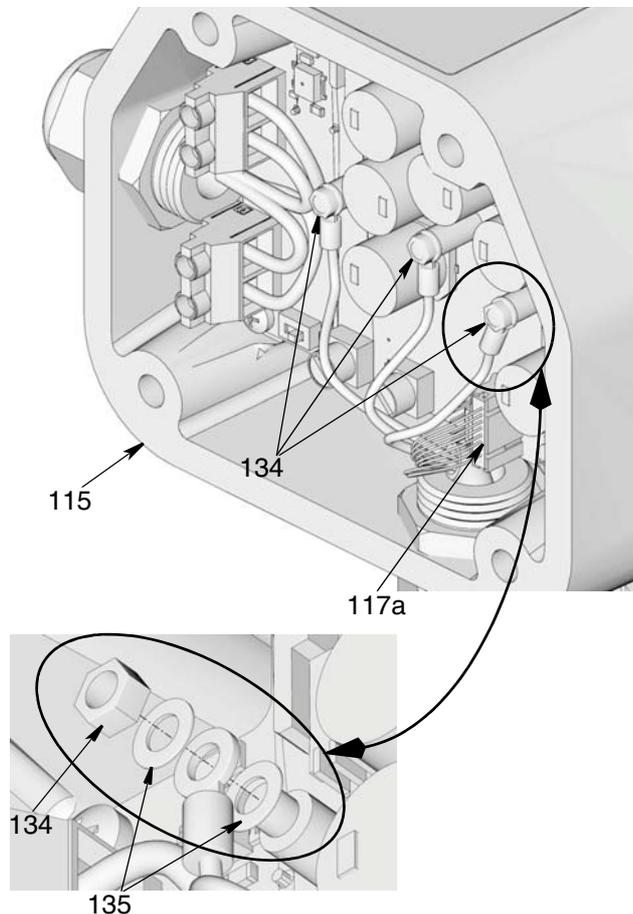

Рис. 59
- Подсоедините зеленый, желтый и синий провода к зажимным клеммам соответствующего цвета (обозначено на плате управления электродвигателем). Зафиксируйте провода в зажимных клеммах с помощью шайб и гаек (134 и 135) (Рис. 59). Затяните с усилием 8 - 10 дюймов на фунт (0,9 - 1,1 Н•м).
- Подсоедините кабель датчика (117а) (Рис. 59).
- Установите обратно прокладку платы управления (119) и крышку (120) с помощью винтов (116), соблюдая осторожность, чтобы не зажать какие-либо провода. Затяните надежно винты. Затяните с усилием 17 - 19 футов на фунт (23 - 25 Н•м).
- Подсоедините зеленый, желтый и синий провода электродвигателя к зажимным клеммам соответствующего цвета (обозначено на плате управления). Зафиксируйте провода в зажимных клеммах с помощью шайб (135) и гаек (134) (Рис. 59). Затяните с усилием 8 - 10 дюймов на фунт (0,9 - 1,1 Н•м).